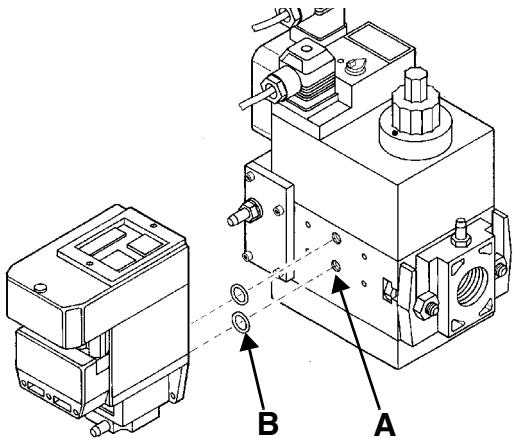
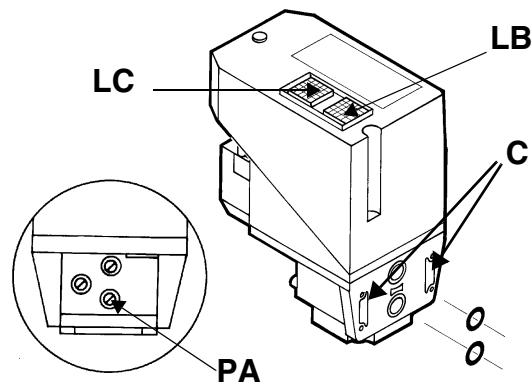

Рис. 13
Рис. 14
- 2). снять крепежные винты группы Multibloc (Рис. 13-А)
- 3). вставить уплотнительные кольца (10,5x2,25) в VPS 504 (Рис. 14-В, Рис. 13-В)
- 4). закрутить 4 винта блока контроля герметичности (M4x16) Рис. 13-С.
Для проверки работы, подсоедините манометр к штуцеру для отбора давления **PA** (Рис. 14). Если проверка завершилась положительно, через несколько секунд зажигается жёлтая лампочка **LC**. В противном случае загорается красная лампочка блокировки **LB**. Чтобы перезапустить горелку, необходимо разблокировать блок управления нажатием на светящуюся кнопку **LB**.